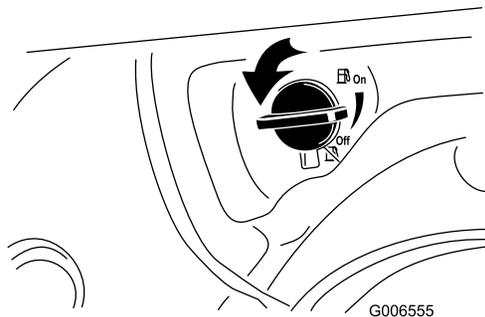

**Figure 21**
3. Insérez la clé de contact dans le commutateur d'allumage (Figure 21).